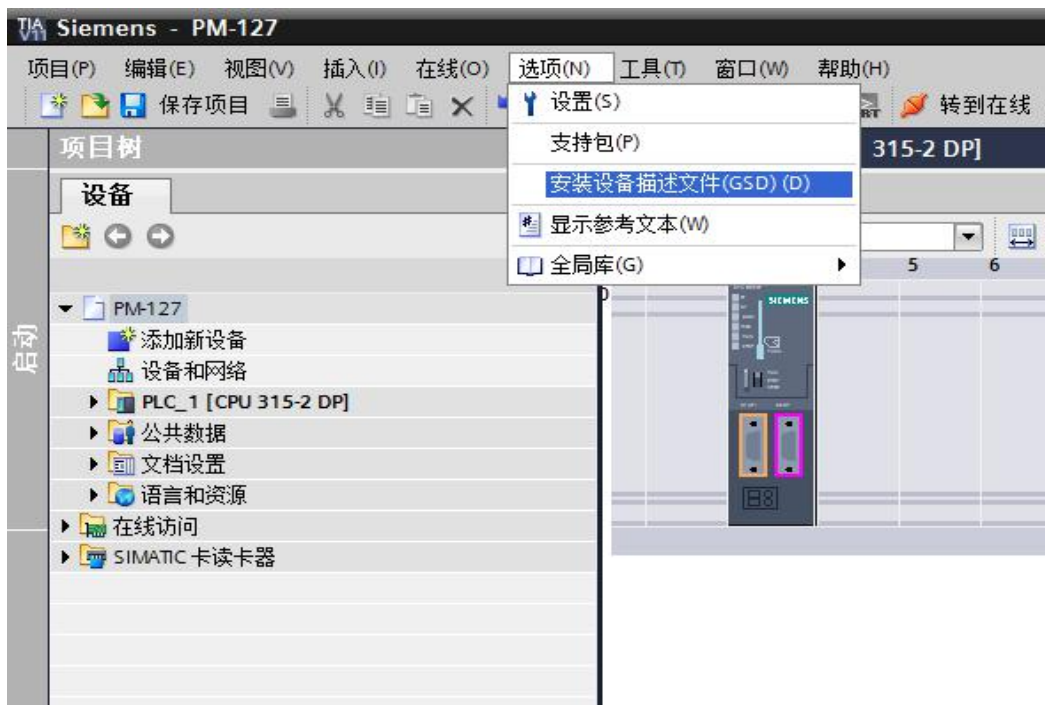

图 6 GSD 文件的安装
2.1 DTCA-1V01 网关串口端作为 Modbus 主站和从站的 GSD 文件不同，请根据需要导入正确的 GSD 文件，在软件上方点击：选项 > 安装设备描述文件（GSD），如图 6 所示：